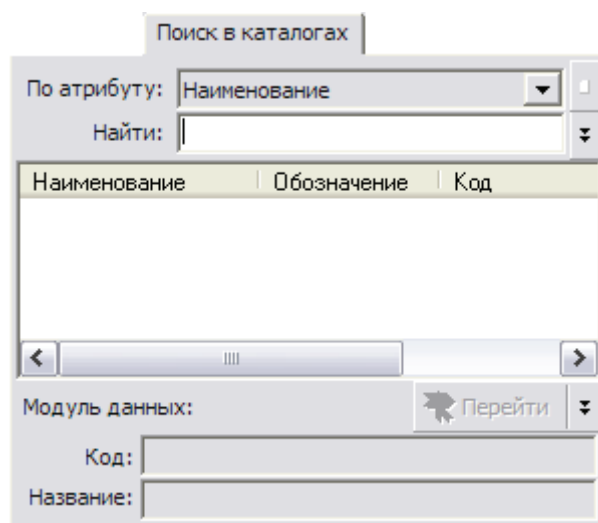

Рис. 3.68
3. В левой части окна TG Browser, рядом с вкладкой **Структура** откроется вкладка **Поиск в каталогах** (Рис. 3.68).
5. Вернитесь на вкладку **Поиск в каталогах**. Укажите название атрибута, по которому происходит поиск в первую очередь. Для этого в раскрывающемся списке **По атрибуту** выберите, например, **Наименование** (Рис. 3.68).